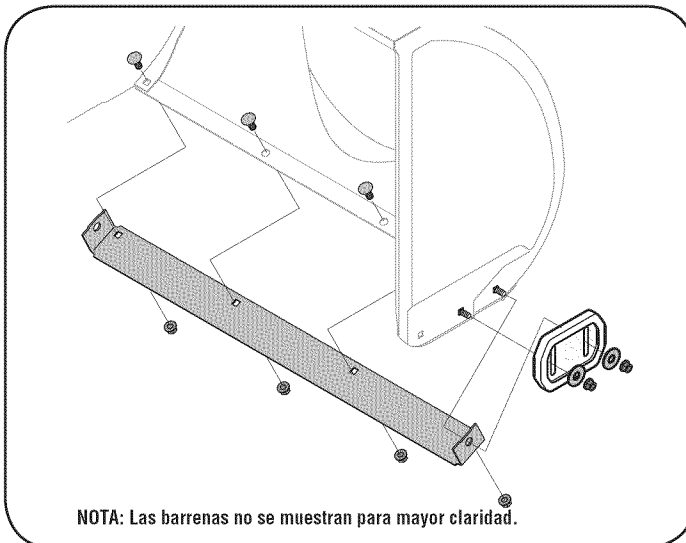

Figura 19
2. Monte las nuevas zapatas antideslizantes con cuatros pernos de carro (dos en cada lado), arandelas, y las tuercas de brida hexagonales. Consulte la figura 19.